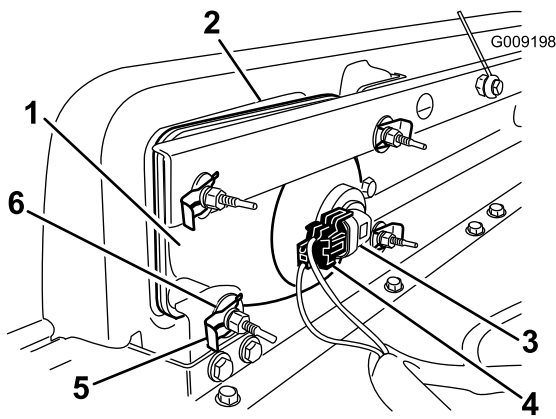

Figura 27
2. Retire o conjunto do farol movendo-o para a frente através da abertura no pára-choques dianteiro (Figura 27).
3. Instale o novo farol através da abertura no pára-choques (Figura 27). Assegure que os pólos de ajuste estão alinhados com os furos no suporte de montagem no pára-choques.